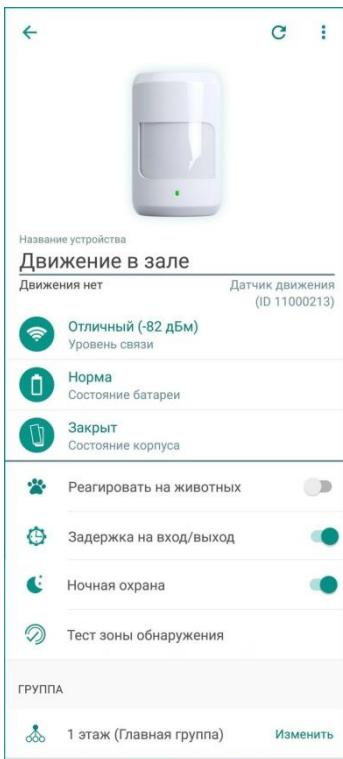

Рисунок 12.1 – Экран настройки датчика
- В приложении на экране настройки датчика (в строке *Уровень связи*, см. рисунок 12.1).
Текущие параметры работы отображаются на экране настройки датчика (см. рисунок 12.1):
Настройки работы датчика могут быть изменены на экране настройки датчика (см. рисунок 12.1):
- Откройте экран настройки датчика в приложении (см. рисунок 12.1).